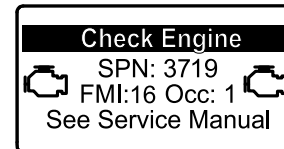

Figure 45
- Si une régénération en stationnement est nécessaire, l'InfoCenter affiche l'avertissement SPN 3719, FMI 16 (Figure 45) et le calculateur moteur réduit la puissance du moteur à 85 %.